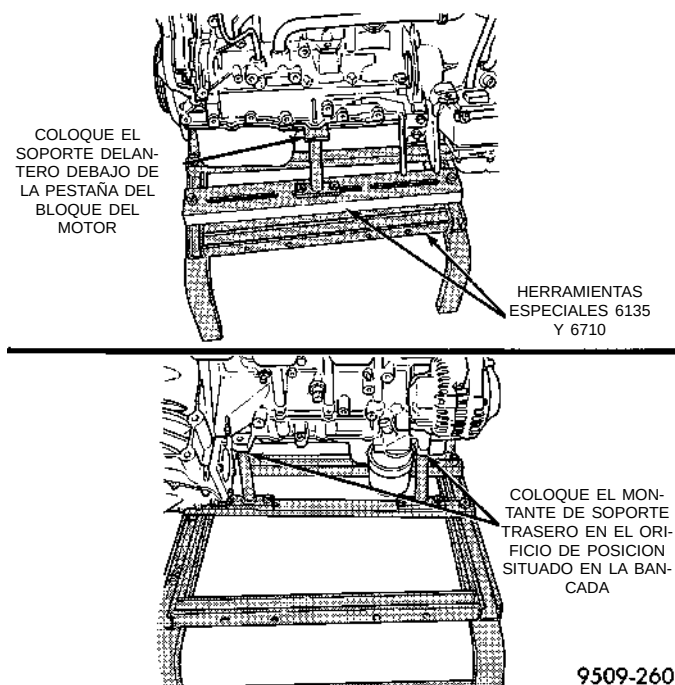

Fig. 19 Emplazamiento de los soportes de montantes del armazón del motor
(17) Transmisión manual: Retire el amortiguador de salidas al arrancar.
(18) Baje el vehículo. Retire el conjunto de depurador de aire.
(19) Retire la bomba y depósito de la dirección asistida. Colóquelos aparte.
(20) Retire el compresor de A/A.
(21) Retire las tiras de masa de la carrocería.
(22) Eleve el vehículo lo suficiente como para permitir la instalación de la plataforma rodante y el armazón, Herramientas especiales 6135 y 6710, debajo del vehículo.
(23) Afloje los montantes de soporte del motor para permitir el movimiento necesario para el emplazamiento en los orificios de posición y la pestaña sobre la bancada del motor. Baje el vehículo y emplace el armazón de modo que el motor se apoye sobre los montantes de soporte (Fig. 19). Apriete los soportes en el bastidor del armazón. Esto evitará que los montantes de soporte se muevan cuando retire o instale el motor y la transmisión.